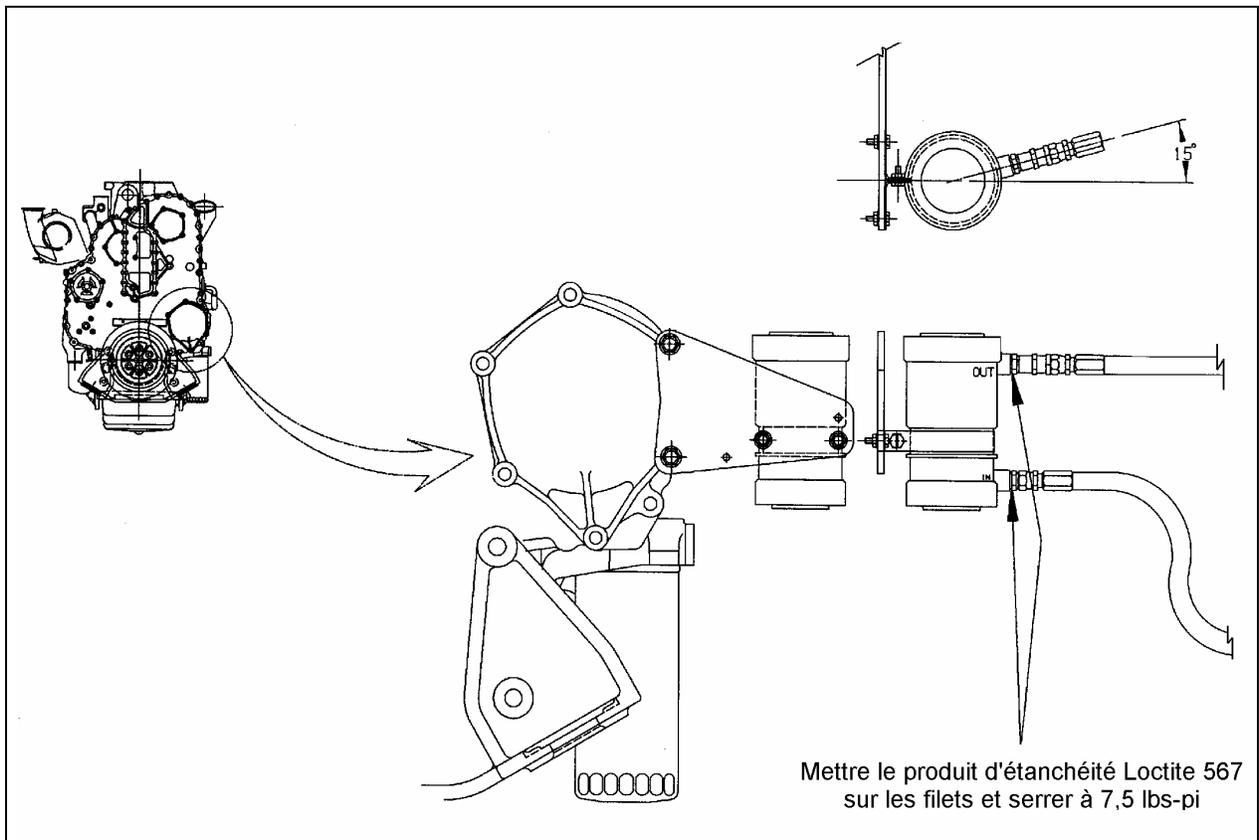

FIGURE 1 : RACCORDEMENT DES CANALISATIONS DE CARBURANT SUR LA POMPE ÉLECTRIQUE
1. Mettre du produit d'étanchéité Loctite 567 sur les filets des raccords (se référer à la figure 1) ;